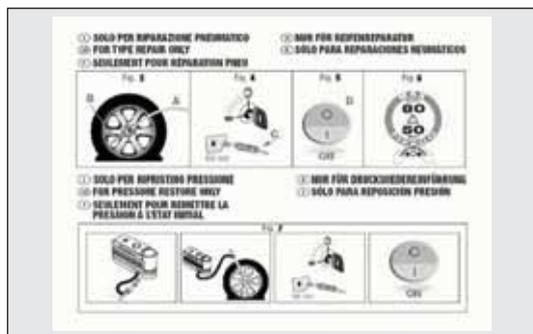

fig. 142
- pieghevole informativo (vedere fig. 142), utilizzato per un pronto uso corretto del kit di riparazione rapida e successivamente consegnato al personale che dovrà maneggiare il pneumatico trattato con il kit di riparazione pneumatici